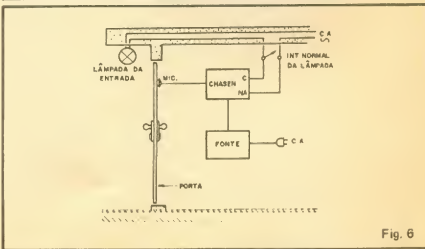

Fig. 6
- Como o circuito também funciona muito bem como CHAVE SENSÍVEL A VIBRAÇÕES, um arranjo conforme ilustrado na fig. 6 dará resultados incríveis: assim que um visitante bater na porta, a lâmpada da entrada da casa acenderá automaticamente, ficando assim pelo período de temporização da CHASEN!